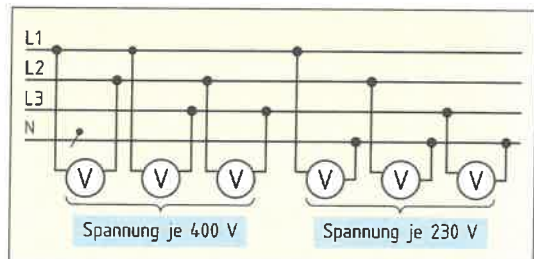

Bild 1: Spannungen im Vierleiter-Drehstromnetz
10. Im 400-V-Netz beträgt die Leiterspannung  $U = 400 \text{ V}$ , die Spannung zwischen Außenleiter und Neutraleiter  $U_N = 230 \text{ V}$  (**Bild 1**). Welchen Vorteil bietet ein solches Netz für den Nutzer?